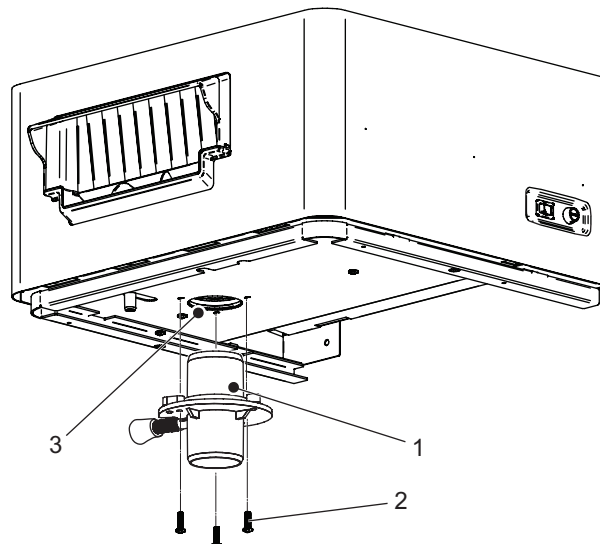

Bild 10: Installation des Dampfadapters im Ventilationsgerät
- b. Richten Sie den Dampfadapter auf den Dampfeinlass des Ventilationsgeräts aus, wie in Bild 10 dargestellt, und drücken Sie ihn hinein. Der Adapter sollte fest sitzen und durch den O-Ring im Dampfeinlass des Ventilationsgeräts abgedichtet sein.